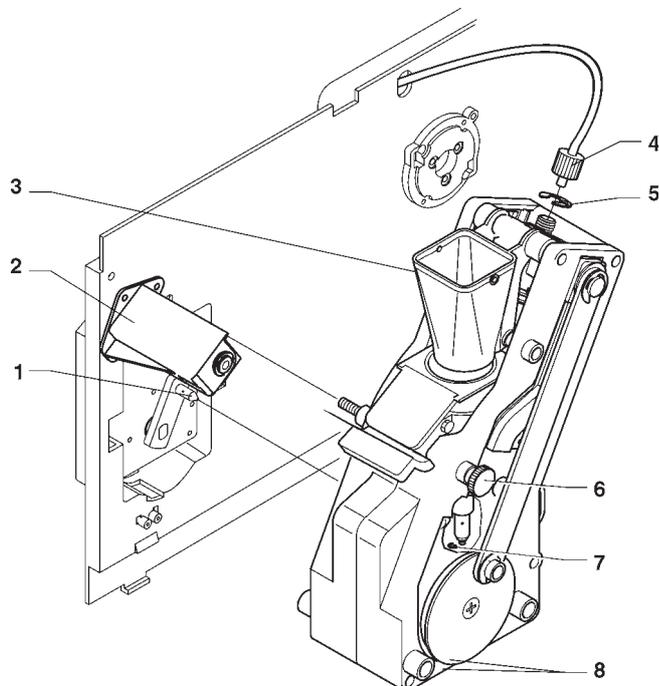

Fig. 22
- desligar do pistão superior o tubo de teflon de ligação com a caldeira, tomando o cuidado de não perder a junta (ver a Fig. 22);
- Soltar os parafusos A e B o bastante para se remover o funil do café (ver a Fig. 22);